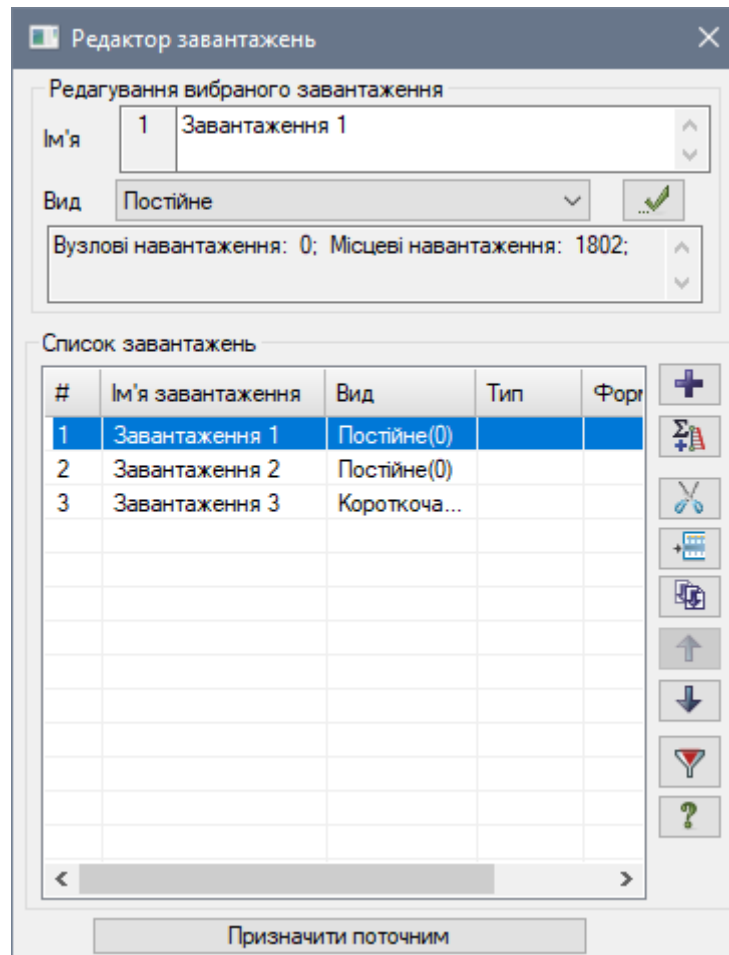

Рис. 11.21. Діалогове вікно Редактор завантажень
- Відкрийте діалогове вікно **Редактор завантажень** (рис. 11.21) натиснувши на кнопку  – **Редактор завантажень** (панель **Навантаження** на вкладці **Створення та редагування**).
Так як вид завантажень задавався в діалоговому вікні **Редактор завантажень** (рис. 11.21) таблиця РСЗ автоматично з параметрами, прийнятими за умовчанням для кожного завантаження. Далі треба тільки змінити параметри для третього завантаження.